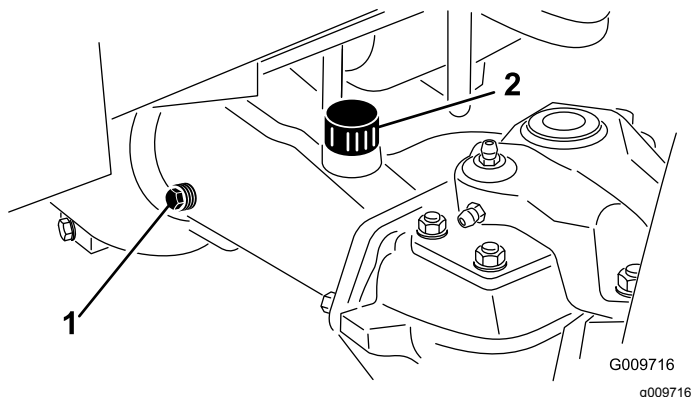

Рисунок 45
2. Снимите контрольную пробку с одного конца моста (Рисунок 45) и убедитесь, что смазка доходит до низа отверстия. Если уровень низкий, снимите заливную пробку (Рисунок 45) и добавьте смазку, чтобы довести ее уровень до низа отверстия контрольных пробок.